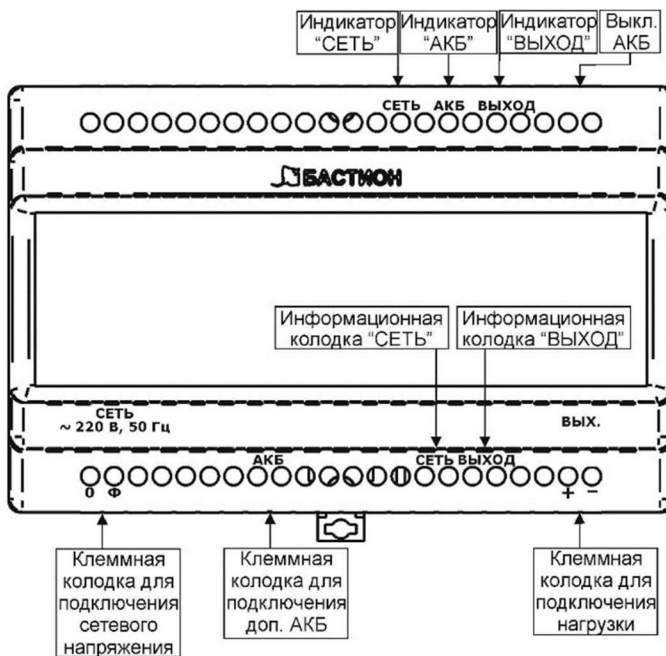

Рисунок 1 – общий вид источника
- возможность отключения встроенной АКБ с помощью выключателя АКБ (см. рисунок 1). Указанный выключатель предназначен для отключения встроенной АКБ при транспортировке, хранении, или в случае длительного перерыва в эксплуатации источника;
- светодиодную индикацию (см. рисунок 1):